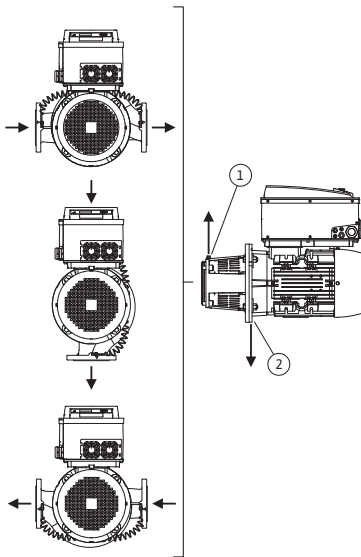
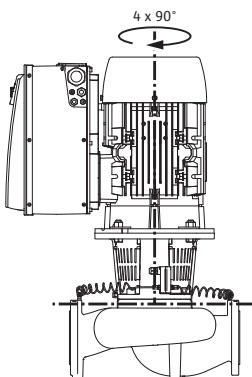

Fig. 18. Допустимі монтажні положення з горизонтальним розташуванням вала двигуна
Fig. 19. Допустимі монтажні положення з вертикальним розташуванням вала двигуна
Прийнятні монтажні положення з горизонтальним розташуванням вала двигуна й електронного модуля догори (0°) представлено на Fig. 18. На зображені прийнятні монтажні положення з боковим розташуванням електронного модуля ($+/-90^\circ$). Прийнятним є будь-яке монтажне положення, крім «Електронний модуль донизу» (-180°). Видалення повітря з насоса гарантовано лише тоді, коли вентиляційний клапан звернено догори (Fig. 18, поз. 1). Тільки в такій позиції (0°) конденсат, що утворюється, спрямовано може виходити через наявні отвори, ліхтар насоса й двигун (Fig. 18, поз. 2). Для цього слід видалити заглушку на фланці двигуна.
Прийнятні монтажні положення з вертикальним розташуванням вала двигуна зображено на Fig. 19. Допустимим є будь-яке монтажне положення, крім «Двигун донизу».
- Коли вал двигуна розташований горизонтально, клапан видалення повітря на ліхтарі (Fig. 6, поз. 1.31) має завжди бути спрямований догори (Fig. 6a: та Fig. 6b:). Коли вал двигуна розташований вертикально, будь-який напрямок є прийнятний. Див. також Fig. 18. «Допустимі монтажні положення з горизонтальним розташуванням вала двигуна» на сторінці 25 або Fig. 19. «Допустимі монтажні положення з вертикальним розташуванням вала двигуна» на сторінці 25.
- У випадку горизонтального розташування вала двигуна отвір для конденсату має обов'язково бути звернений донизу (Fig. 18, п. 2). За необхідності двигун слід відповідно повернути.